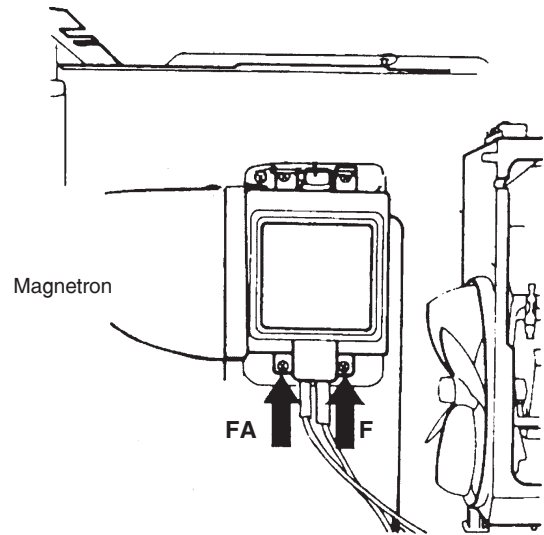

Fig. 2
- 2- Al conectar los cables de filamento del Magnetrón, cerciórese de la posición correcta. El cable principal del Transformador de Alta Tensión, debe ser conectado al terminal "F" del Magnetrón (lado derecho), y el cable principal del Condensador de Alta Tensión (terminal del polo positivo), conectado al terminal "FA" del Magnetrón (lado izquierdo), conforme fig. 2.